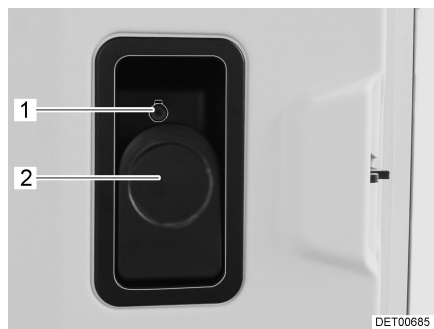

Fig. 7 Serrure de la porte cellule, à l'intérieur, verrouillée
- Tirer le levier (Fig. 7,2).
- Enfoncer le bouton de sécurité (Fig. 7,1).